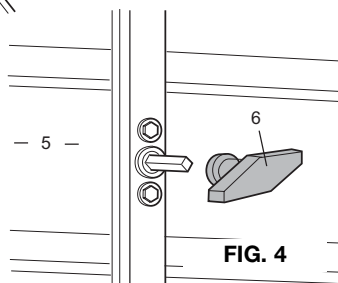

FIG. 4
- Desmontar manilla de puerta por interior pero sin extraer el cilindro de la puerta (fig. 4).